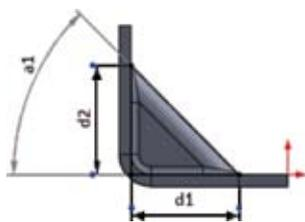

图 5.184 轮廓尺寸
- $d1$ 文本框: 用于指定从钣金零件内部到 x 轴上的点 (角撑板在此处与钣金实体相交) 的线性值, 如图 5.184 所示。
- $d2$ 文本框: 用于指定从钣金零件内部到 y 轴上的点 (角撑板在此处与钣金实体相交) 的线性值, 如图 5.184 所示。
- $a1$ 文本框: 用于根据指定的轮廓长度和角度创建角撑板的剖面轮廓, 如果已指定轮廓的长度和高度, 则软件将自动确定角度, 如图 5.184 所示。